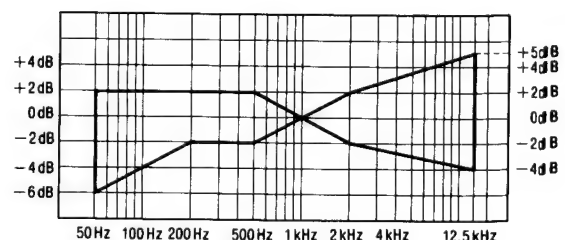

Abb. 5
4. Anschließend das auf der CrO2-Leerband-Cassette (QZZCRX) und der Reineisenband-Leercassette (QZZCRZ) aufgezeichnete Signal auf 14 kHz erhöhen und auf gleiche Weise justieren, wie vorgehend beschrieben. Dann überprüfen, ob der Frequenzpegel innerhalb des in Abb. 5 gezeigten Bereichs liegt.